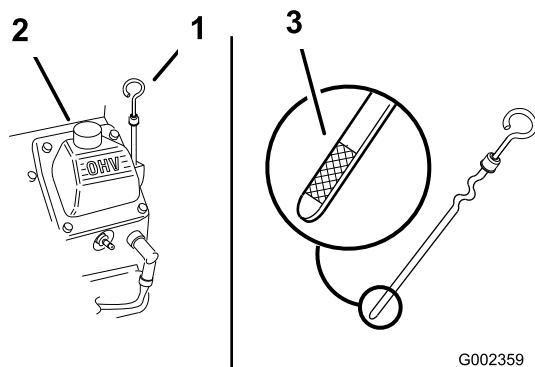

Figura 47
4. Limpie alrededor de la varilla de aceite (Figura 47) para impedir que caiga suciedad por el orificio de llenado y cause daños en el motor.
5. Retire la varilla de aceite y limpie el extremo (Figura 47).
6. Introduzca la varilla a fondo en el tubo de llenado (Figura 47).
7. Vierta lentamente un 80% aproximadamente de la cantidad especificada de aceite por el tubo de llenado (Figura 47).